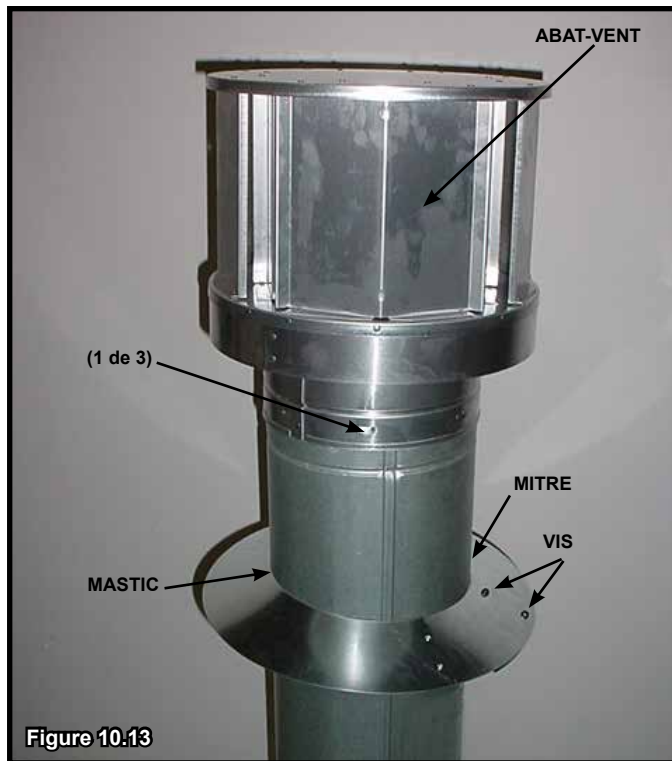

Figure 10.13
- Appliquez du mastic autour de la partie supérieure de la mitre (voir la figure 10.13).
- Fixez l'abat-vent en posant les trois vis autotaraudeuses (fournies) dans les trous guides du collier extérieur de l'abat-vent, jusque dans le tuyau extérieur du conduit (voir la figure 10.13).